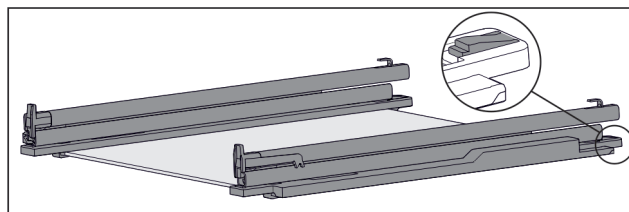

Fig. 197 Tablette en verre avec rails et pièces de retenue
- Pousser l'arrière de la pièce de retenue vers le bas (voir Fig. 197) et pousser dans le même temps le tiroir vers l'arrière.